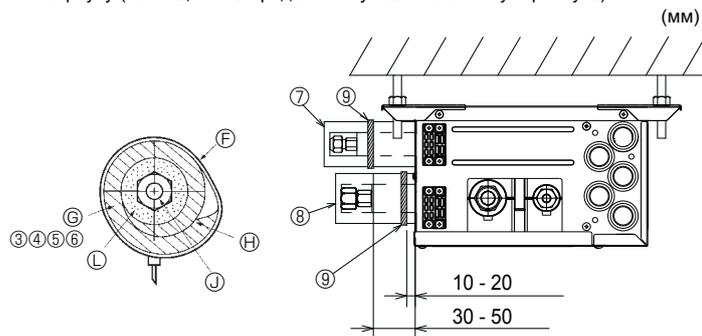
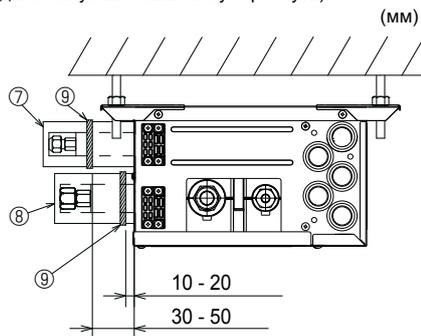

Fig. 7-3
Fig. 7-4
- (1) Снимите конусные гайки и крышки с ответвительной коробки.
- (2) Развальцуйте концы жидкостного и газового трубопроводов и нанесите охлаждающее масло (приобретается на месте) на развальцованное место. Запрещается наносить масло на резьбовой части.
- (3) Сразу же подсоедините трубопровод хладагента. Всегда затягивайте конусные гайки до крутящего момента, указанного в таблице ниже, с помощью тарированного ключа и двойного гаечного ключа.
- (4) Прижмите крышки труб ③ и ⑤ на жидкостном трубопроводе к прибору и оберните их, чтобы зафиксировать на месте. (Fig. 7-3)
- (5) Прижмите крышки труб ④ и ⑥ на газовом трубопроводе к прибору и оберните их, чтобы зафиксировать на месте.
- (6) Прикрепите входящие в комплект поставки зажимы ⑨ на расстоянии в 10 - 20 мм от каждого конца крышек труб (③ ④ ⑤ ⑥).
- (7) Если внутренний прибор не подсоединен, наденьте входящие в комплект крышки труб (с колпачками, ⑦ и ⑧) на соединения трубопровода хладагента ответвительной коробки для предотвращения вытекания конденсата из труб. (Fig. 7-4)
- (8) Затяните крышки труб (⑦ ⑧) на месте с помощью входящих в комплект поставки зажимов ⑨.
ⓐ Нанесите охлаждающее масло на всю (Fig. 7-3) поверхность развальцованного места.
- ⓑ Зажим ⑨
- ⓐ Крышки труб ③④⑤⑥
► Выполните следующие процедуры, относящиеся к деталям ответвительной коробки, которые не подключены к внутреннему прибору. (Fig. 7-4)
(1) Для предотвращения утечек хладагента, убедитесь в том, что конусные гайки затянуты в соответствии со значениями крутящего момента*, указанными в Таблице 3.
(2) Для предотвращения конденсации установите крышки труб ⑦ ⑧ и затяните их входящими в комплект поставки зажимами ⑨ .